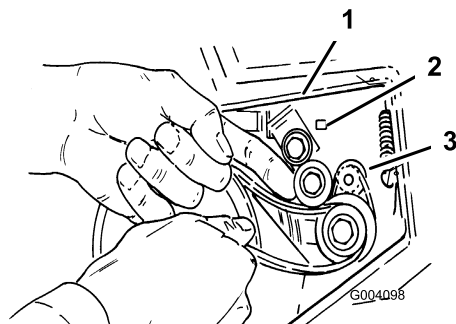

Figure 19
- Installez la courroie neuve sur la petite poulie (Figure 19).
- Soulevez le bras de la poulie de tension et glissez la courroie sous la poulie de tension (Figure 19).